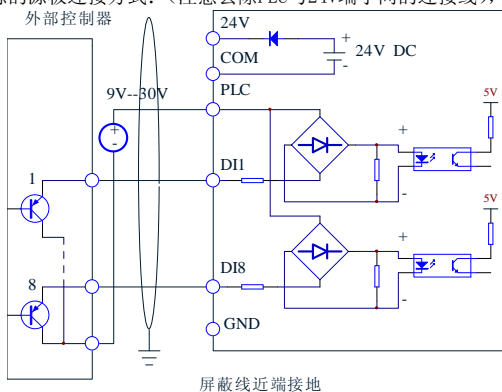

图 3-25 使用外部电源的源极连接方式
3) 使用外部电源的源极连接方式：（注意去除PLC与24V端子间的连接线），如图3-25所示。